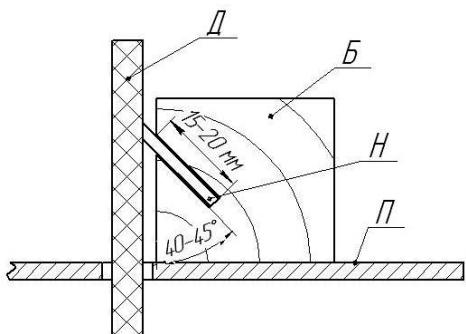

Рис.12
- Установить пильный стол (11) без разделительного ножа и козырька(12);
- Производить шлифование вдоль шлифовального диска, опирая материал на пильный стол (11).
4.7. Заточка инструмента, резка материалов (Рис.12)
4.7.2. Для заточки ножей изготовить деревянный брусок (Б) с прорезью 40-45 град. на глубину 20 -30мм, в зависимости от ширины ножей, как показано на Рис. 12.
- вынуть из стенок корпуса подающий вал (23) вместе с опорами;